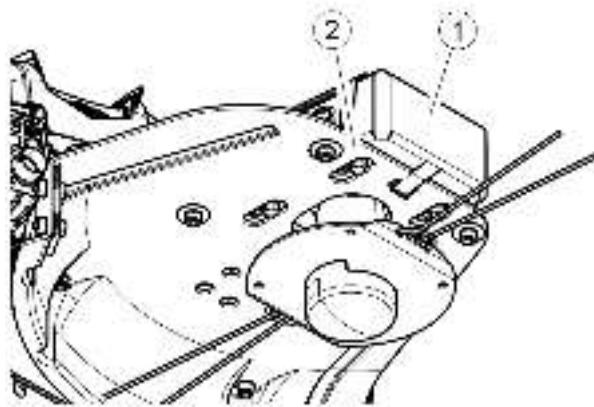

Рис. 10
2. Снимите переднюю крышку 1 (Рис. 10).
3. Открутите четыре болта 2, крепящие ступицу косильной головки к нижней раме газонокосилки (Рис. 10). Это позволит ступице с передним шкивом ремня свободно перемещаться.
8. Для натяжение ремня переместите ступицу косильной головки вперед. Затяните четыре болта 2 (Рис. 10).
9. Установите крышку 1 (Рис. 10).